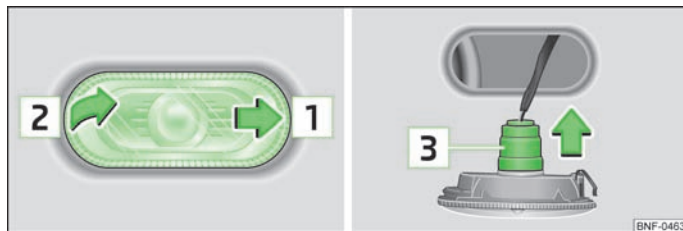

Fig. 121 Lado direito: substituição da lâmpada incandescente do pisca-pisca
- » Mover o pisca-pisca lateral no sentido da seta **1** » Fig. 121.